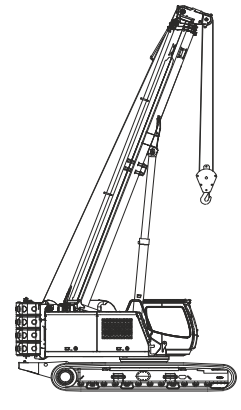

Fig. 136 Conexão e operação do controle remoto do cabo
| 4 | Em seguida, conecte a unidade de controle remoto do cabo fornecida (2) na Fig. 136 no terminal de alimentação correspondente (3) na Fig. 136 na estrutura superior. |
| 4 | Em seguida, use o controle remoto do cabo (2) na Fig. 136 para elevar o contrapeso para fora do suporte do lastro e desmonte na sequência inversa conforme descrito na Seção 7.6.3, na Seção 7.6.4 e na Seção 7.6.5. |